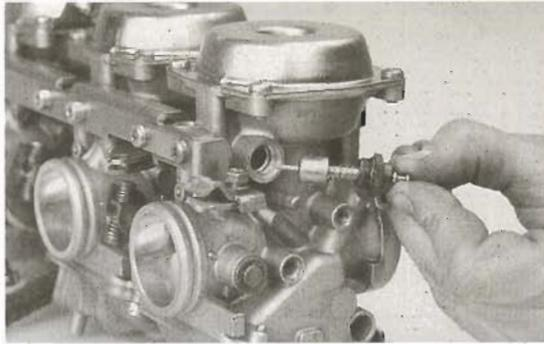

Bild 66
- Chokekolben nach Ausdrehen der Überwurfmutter entnehmen (Bild 66).